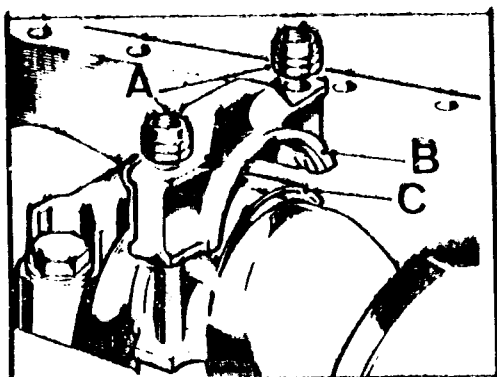

Fig. A3-95 Desmontaje de las tapas y semicojinetes de bielas
- 1.4. Desmontar las tapas de bielas, B (Fig. A3-95) y los semicojinetes, C, manteniéndolos reunidos por juegos.